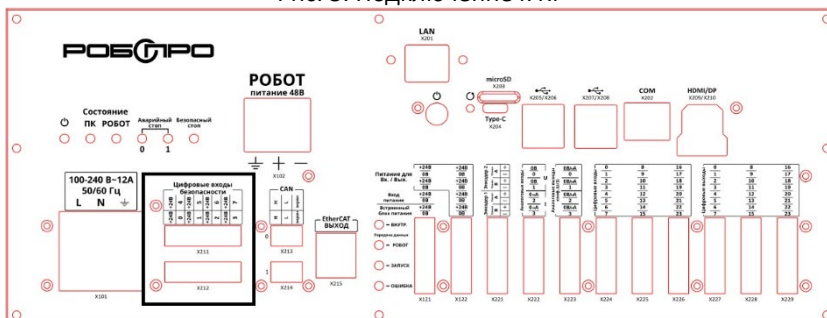

Рис. 4. Подключение кнопки аварийного останова
5. Подключите к цифровым входам безопасности кнопку аварийного останова (рис.4). По умолчанию входы 0 и 1 в разъеме x212 (см. «Руководство по вводу в эксплуатацию»)